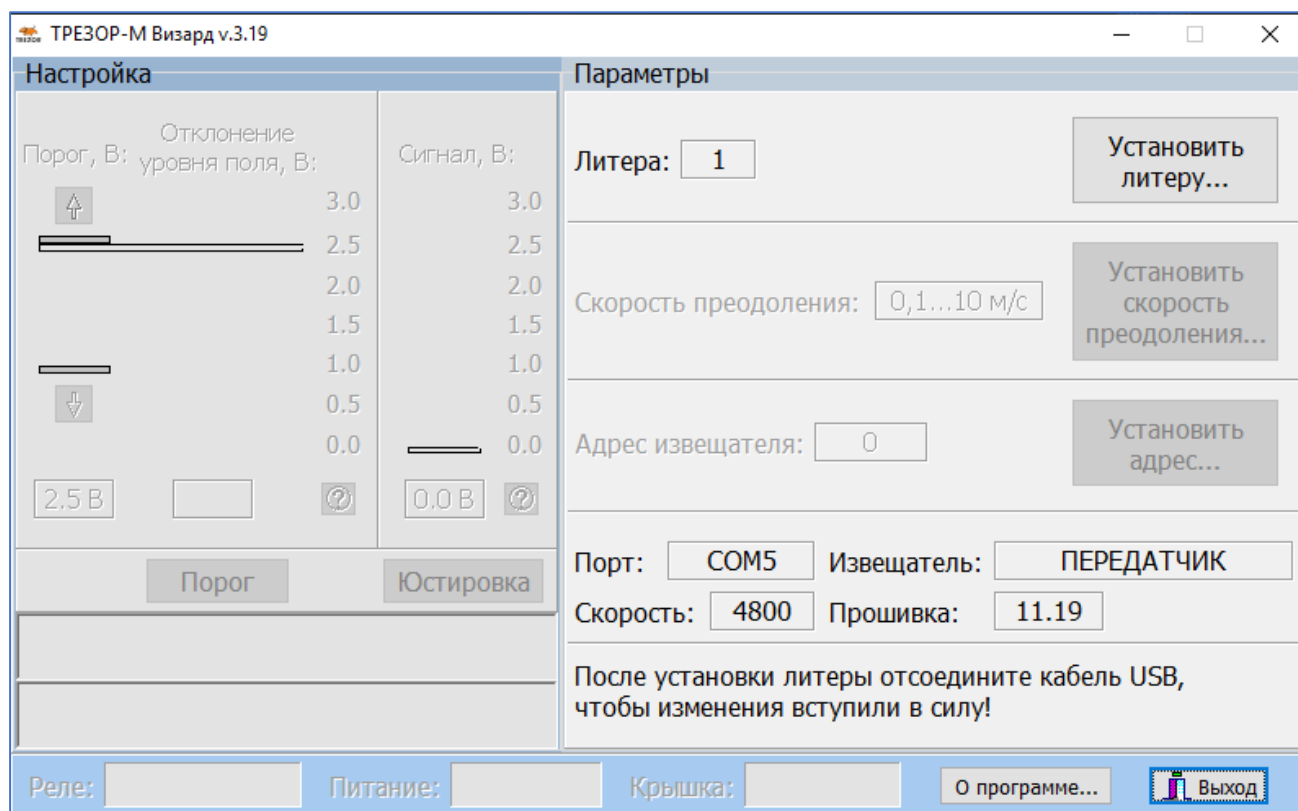

Рисунок 2.9 - Интерфейс программы настройки при подключении к ПРД
Юстировку извещателя выполнить в следующей последовательности (см. рисунок 2.9):
- с помощью ПО установить одну из восьми частотных литер (см. рисунок 2.9);